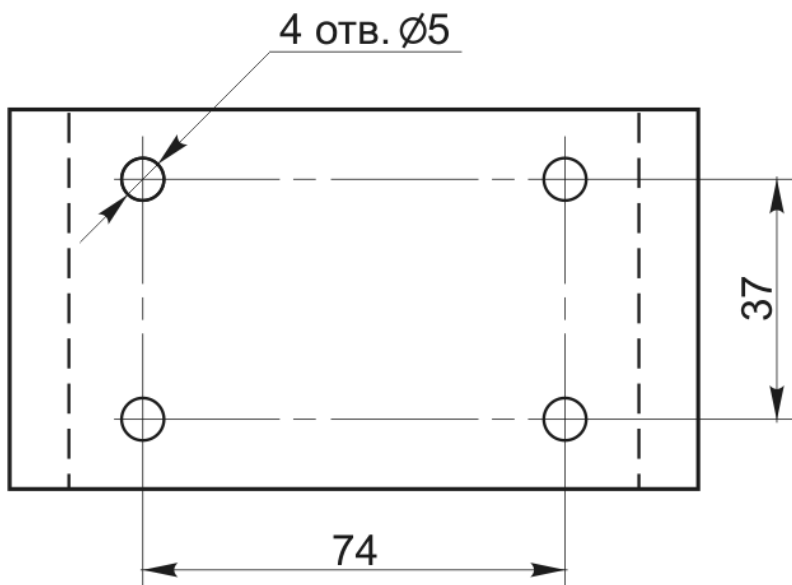

Рис. 3 – Крепёжная площадка МПП «Гарант-7»
6.3. Закрепить крепёжную площадку модуля в соответствии с определенными местами (по п. 6.2) и разметкой отверстий (рисунок 3).